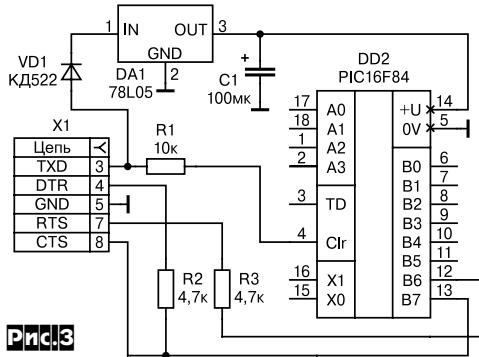

Рис.3
2.1. Переходим в директорию PIX, запускаем программу PIX.EXE, подключаем к разъему COM2 аппаратную часть программатора с вставленным PIC процессором (рис.3).